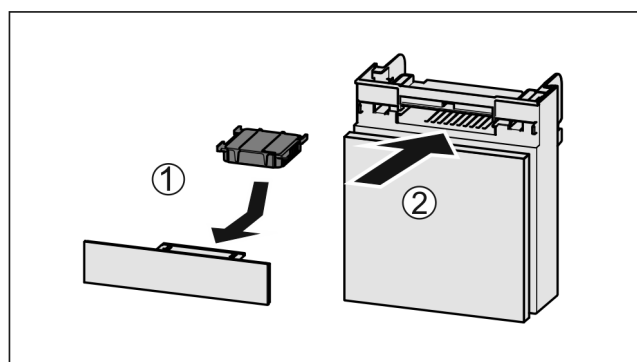

Fig. 184
- Actiefkoolfilter overeenkomstig afbeelding aanbrengen Fig. 184 (1).
- Lade erin schuiven Fig. 184 (2).